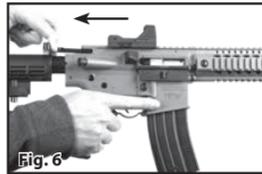

Fig. 6
8. Tire de la palanca de carga hacia atrás completamente y devuélvala hacia adelante (Fig. 6).